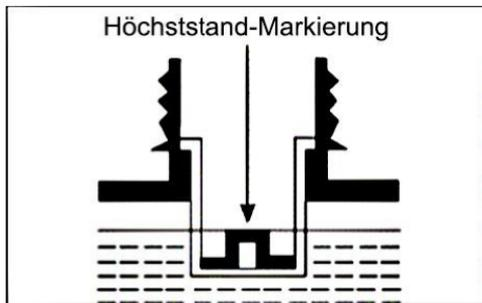

Fig. 3B
- Den Tank nicht überfüllen. (Der Kraftstoff darf nicht die obere Höchststand-Markierung überschreiten. Fig. 3B).